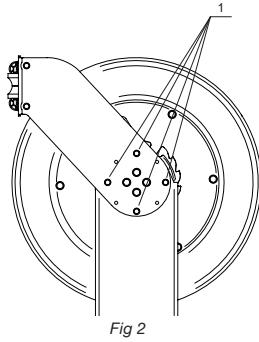

Fig 2
The reel can be wall, ceiling or floor mounted. To allow the hose to always be optimally extended, the guide arms can be assembled in 6 different positions (fig. 1). To position these guide arms, loosen and remove the screws (1) (fig. 2) in both arms. At this moment, the spool and the guide arms become loose from the reel frame. Then, just position the guide arms in the desired position and fix them with the same screws.
Slangupprullaren kan monteras på vägg, i tak eller på golv. För att slangen alltid skall vara optimalt utrullad, kan utloppsarmarna justeras i sex olika positioner (fig 1.) För att justera utloppsarmarna, lossa på bultarna (1) (fig 2.) på båda armarna. Detta frigör armarna och trumman från stativet. Justera utloppsarmarna till önskad position och skruva dit bultarna.
Der Automatik-Schlauchaufroller kann an Wand, Decke oder Boden montiert werden. Damit der Schlauch in jedem Fall in optimalem Winkel ein- und ausgezogen werden kann, können die Führungsarme in 6 verschiedenen Positionen montiert werden (Abb. 1): Um die Führungsarme in die gewünschte Stellung zu bringen, müssen die Schrauben (1) (Abb. 2) an beiden Armen gelöst und entfernt werden, so dass die Trommel zusammen mit den Führungsarmen vom Rahmen getrennt ist. Daraufhin können die Arme in die gewünschte Stellung gebracht und mit denselben Schrauben wieder befestigt werden.